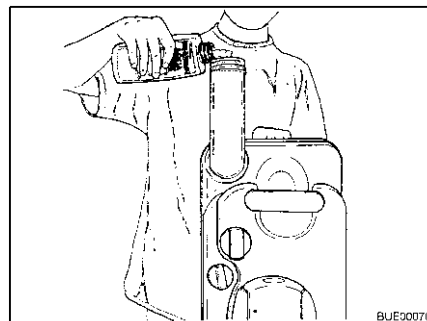

Fig. 259 Verter producto para sanitarios
- Rellenar la cantidad indicada de producto para sanitarios en el depósito de aguas fecales (Fig. 259).